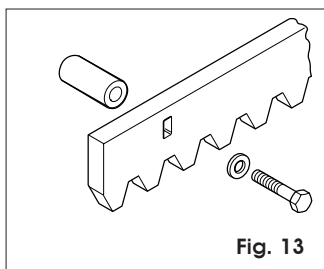

Fig. 13
5.4.2. CRÉMAILLÈRE A VISSER EN ACIER (Fig. 13)